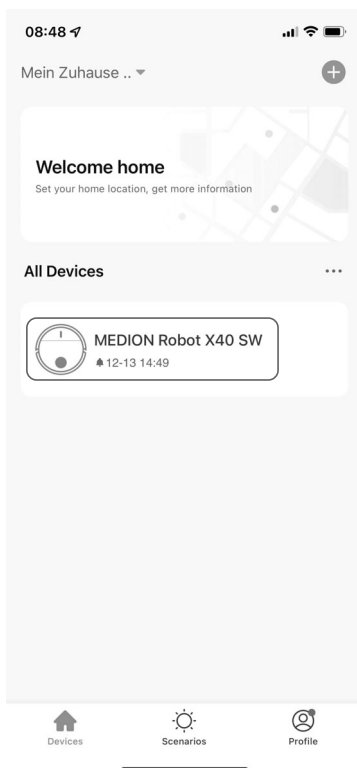

Fig. 13
- A questo punto è possibile rinominare il robot aspirapolvere. Successivamente è possibile selezionare l'apparecchio nell'elenco degli apparecchi (**vedere la fig. 13**).